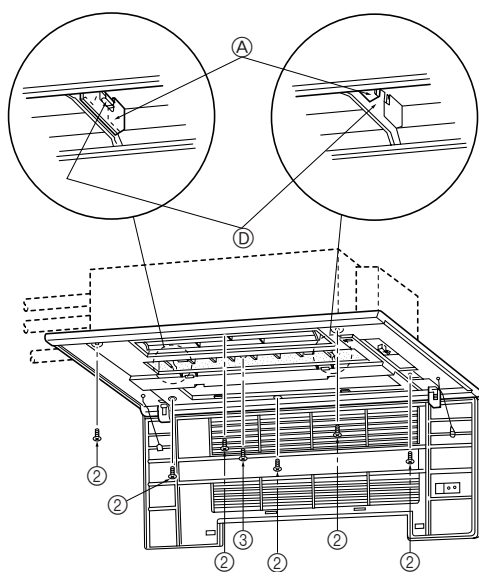
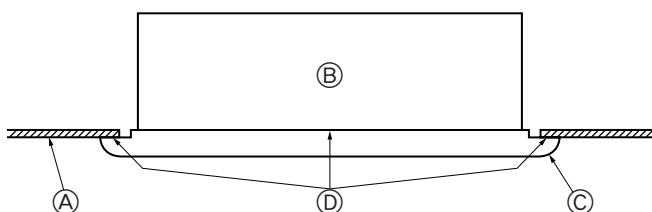

Fig. 5-5
Fig. 5-6
- Régler la face avant de sorte qu'elle s'insère correctement dans l'angle entre le plafond et le mur et attacher les boulons de fixation ② (fournis avec la grille) aux quatre emplacements prévus à gauche et à droite, en les laissant légèrement desserrés. (Fig. 5-5)
- Serrer ensuite les boulons de fixation ② et les vis de fixation ③ aux trois emplacements centraux.
- Serrer finalement les boulons de fixation ② aux quatre emplacements à gauche et à droite.
- A ce stade, vérifier qu'il n'y a pas de vide entre l'appareil intérieur et la face avant ainsi qu'entre la face avant et la surface du plafond. Si des vides subsistent, l'air risque de s'infiltrer par ceux-ci et de provoquer la chute de gouttes d'eau (Fig. 5-6).
- * Serrer complètement les boulons ② et les vis de fixation ③.